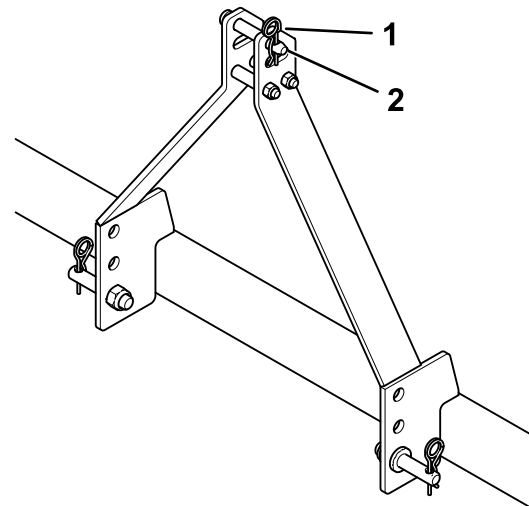

Figure 6
2. Retirez les goupilles fendues des goupilles d'attelage (Figure 6).